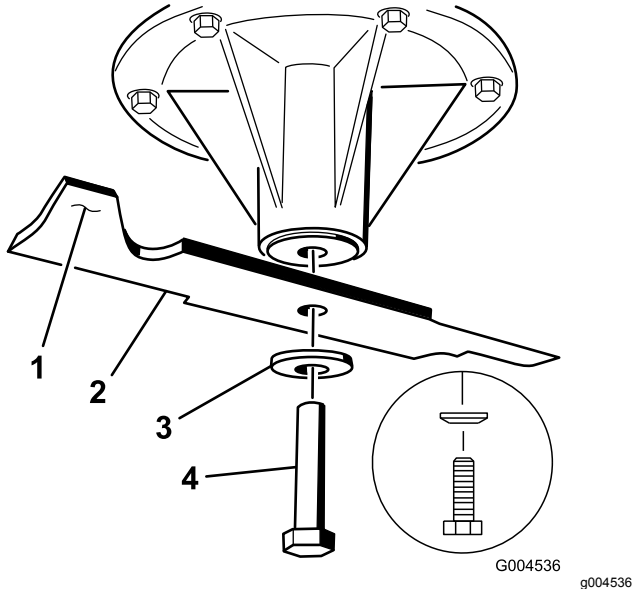

Figura 113
2. Retire del eje el perno de la cuchilla, la arandela curva y la cuchilla (Figura 113).
- Instale la cuchilla en el eje (Figura 113).
- Instale la arandela curva y el perno de la cuchilla (Figura 113).